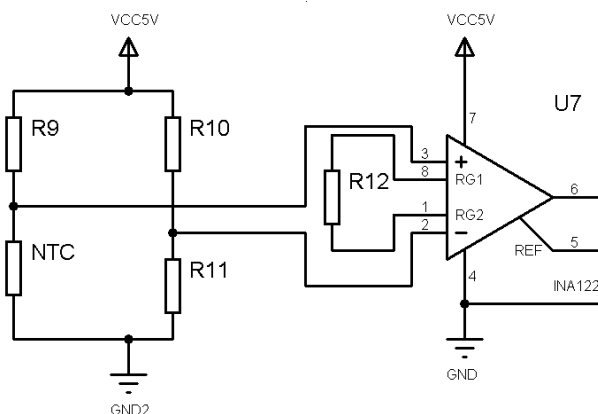

Figura 3 – Leitura de temperatura através de um sensor não linear.
7. Pretende-se agora recorrer a uma NTC para medir a temperatura, nomeadamente uma BOSCH NTC M12-H. Para tal deverá recorrer a uma ponte de Wheatstone com um amplificador de instrumentação, tal como mostra a Figura 3 (para simulação da NTC use uma resistência normal). Implemente o circuito em Proteus, ligando a saída do circuito à entrada AN8.